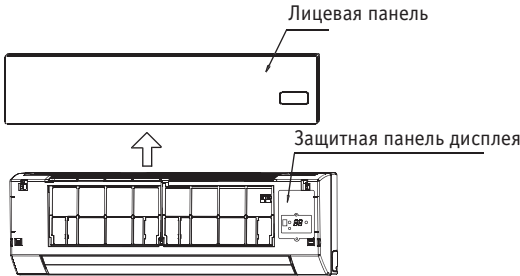

Рис. 6-1
1. Снимите лицевую панель, а затем демонтируйте защитную панель дисплея. (см. рис. 6-1).